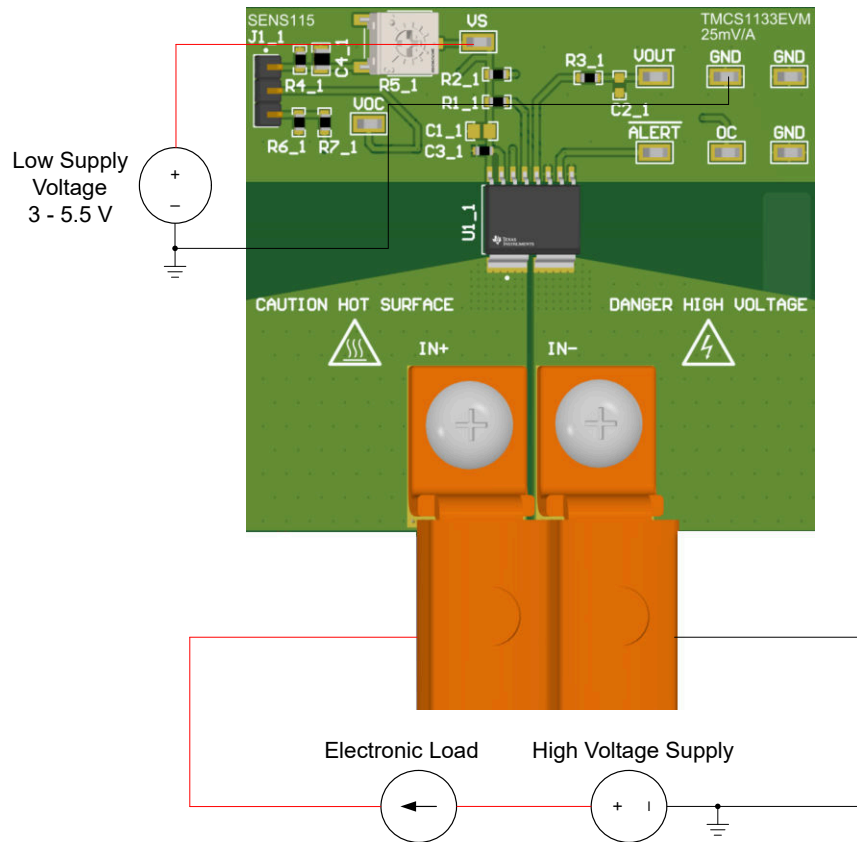

图 1-1. 用于增强型隔离的低侧正向电流设置
以下是用以设置和使用 TMCS1133xEVM 的说明。图 1-1 所示为 A1 (25mV/A) 灵敏度型号上的简单低侧设置示例。此器件可提供隔离，外部电源按高电压 (HV) (对于负载) 和低电压 (LV) (对于 DUT 电源) 加以区分。HV 电源可以隔离，并具有与 LV 电源不同的电位。
1. 如图 1-1 所示，对于低侧测量，请将电子负载正极输入端子连接到能够提供所需最大负载电流的电源正极端子。对于高侧测量，请将电子负载正极输入端子连接到 EVM 的负载源端子 (IN+ 或 IN-)。对于正向电流的高侧测量，IN- 源到电子负载；对于反向电流，IN+ 源到负载。